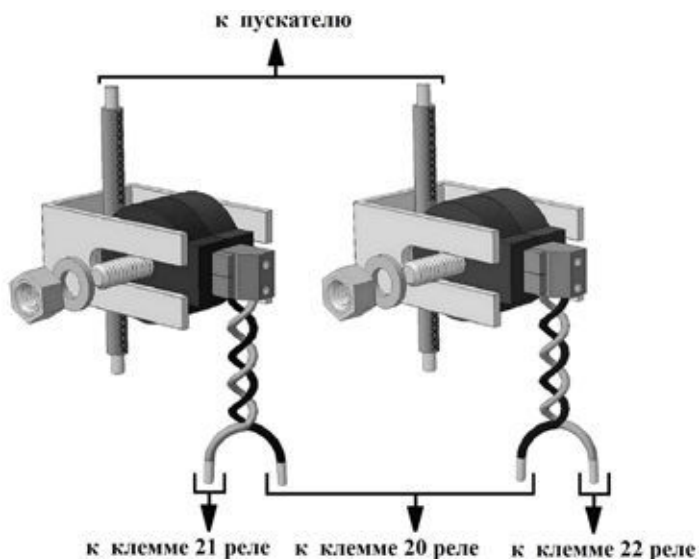

Рис. 4.3. Общий вид датчиков тока
Датчик тока (рис. 4.3) представляет собой малогабаритный трансформатор. Первичной обмоткой является фазный провод, соединяющий пускатель и двигатель. Вторичная обмотка намотана на катушку, размещенную в пластмассовом корпусе с выходными клеммами. Магнитопроводом служат стальные скоба и ось. Конструктивно они выполнены так, что с их помощью датчик крепится непосредственно на изолированном фазном проводе.
6.2 Закрепить датчики тока на двух фазных проводах, соединяющих пускатель и двигатель (см. рис. 4.3).